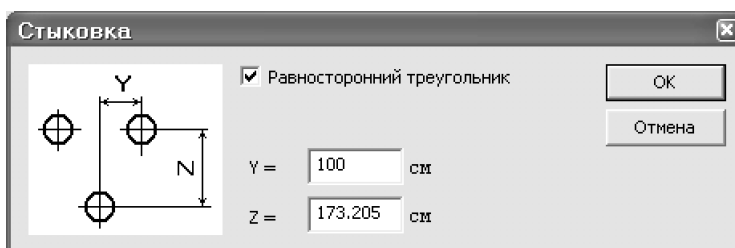

Рис.8.11. Диалоговое окно **Стыковка**
- В диалоговом окне **Стыковка** (рис.8.11) введите значение $Y = 100$ см (значение Z при установленном флажке в поле **Равносторонний треугольник** вычислится автоматически).